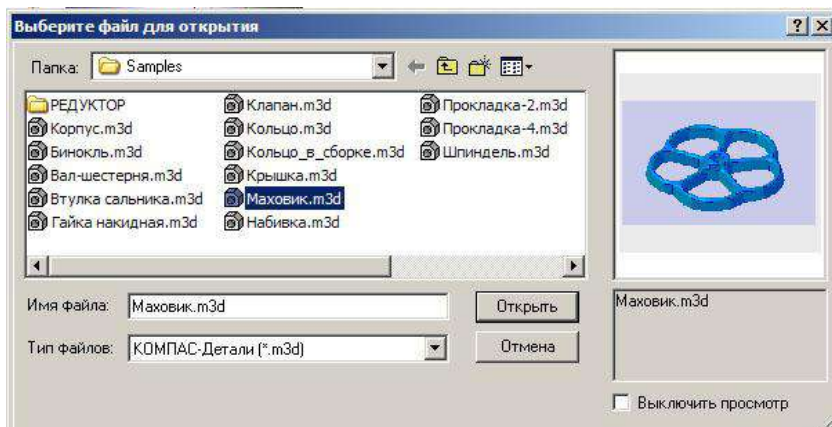

Рисунок 9.17 – Діалогове вікно «Выберите файл для открытия» при виборі деталі «Маховик»
- клацніть мишею в діалоговому вікні «Выберите файл для открытия», на назві моделі деталі «Маховик». Вміст обраного файлу з'явиться у вікні перегляду діалогове вікно (рис. 9.17);